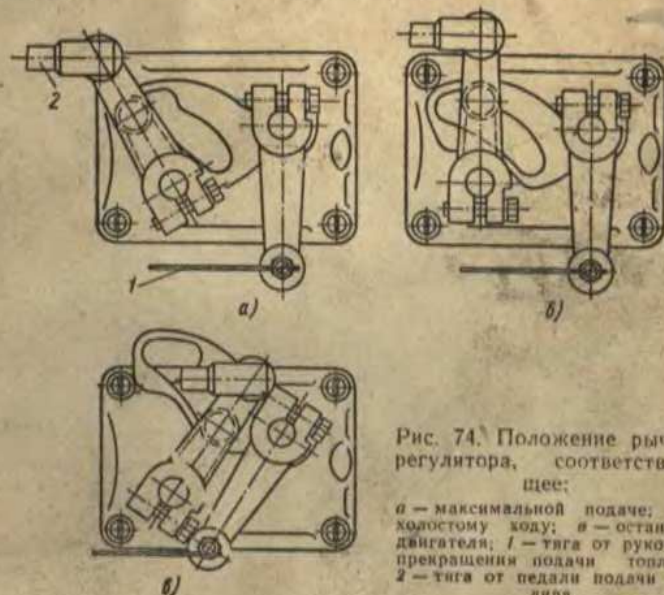
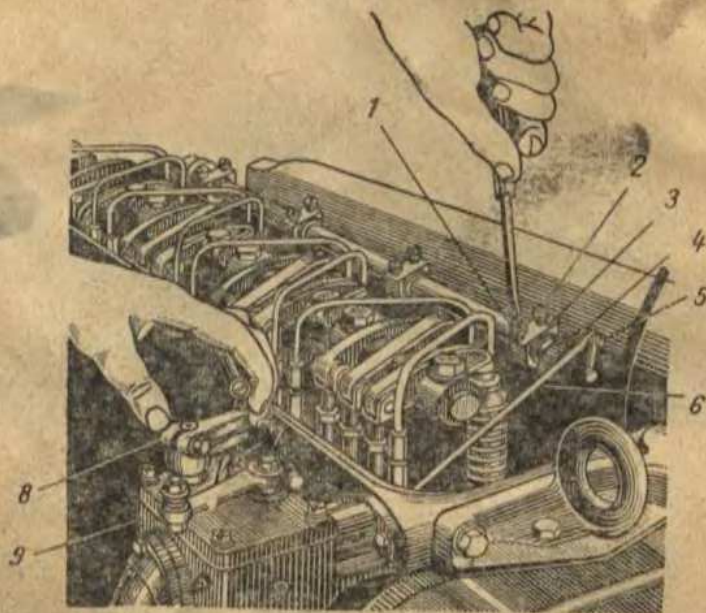

Рис. 74. Положение рычага регулятора, соответствующее:
Рис. 75. Установка положения реек насос-форсунок:
4. Удерживая рычаг управления в положении, соответствующем полной подаче (рис. 74), плавно ввертывать внутренний регулировочный винт 1 (рис. 75) в рычаг управления рейкой насос-форсунки первого цилиндра до тех пор, пока не почувствуется резкого увеличения усилия.